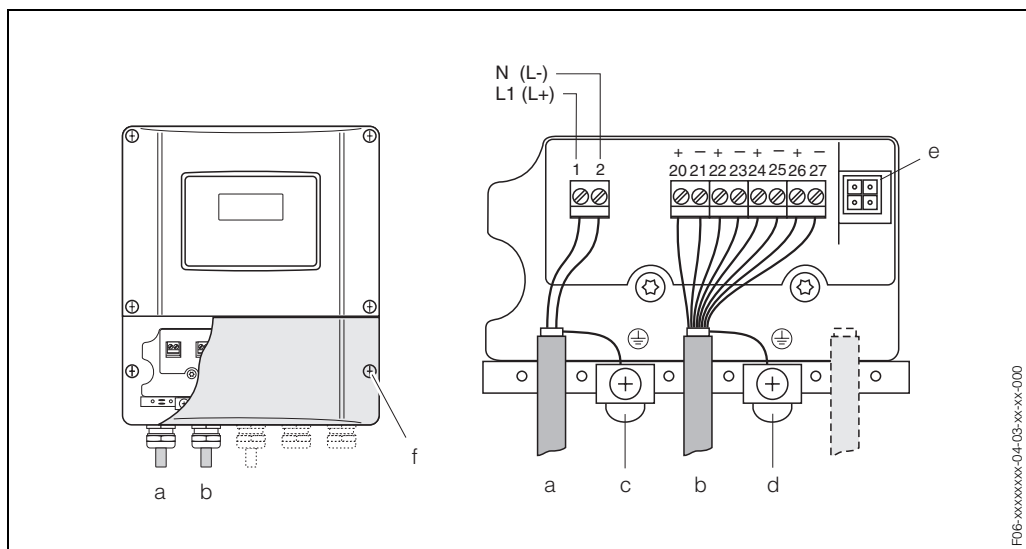

Abb. 19: Anschließen des Messumformers (Wandaufbaugehäuse). Leitungsquerschnitt: max. 2,5 mm²
- Anschlussplan (Wandaufbaugehäuse) → Abb. 19